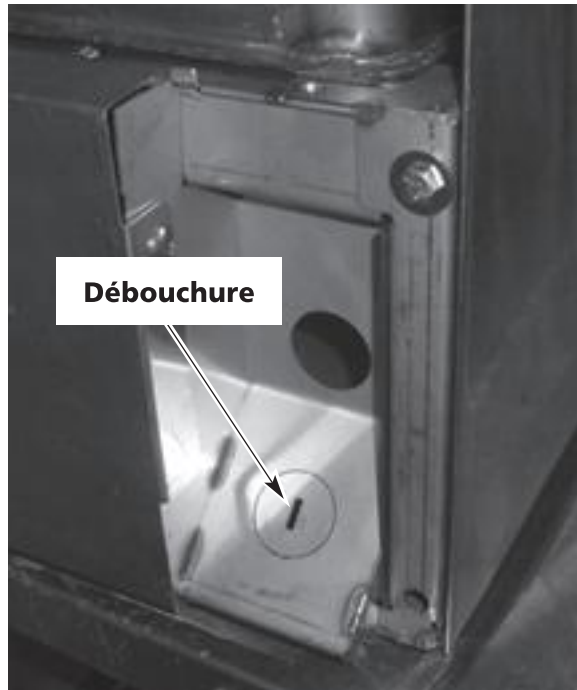

Figure 3
- Un orifice est pourvu pour recevoir un conduit nominal de 1 po (25 mm) sur le côté inférieur droit à l'arrière de l'appareil (Figure 3). Si vous faites face à un manque d'espace, retirez la débouchure et utilisez un raccord à 45°.